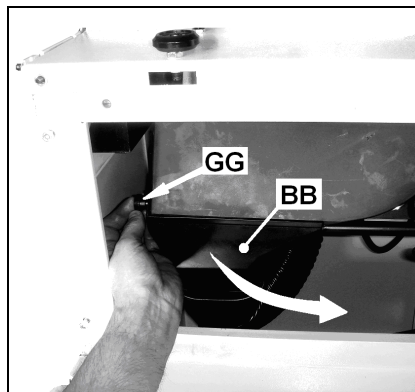

Fig 23
Entfernen Sie die Griffschraube (GG, Fig 23) und klappen Sie den Anschlussrichter (BB) nach unten.